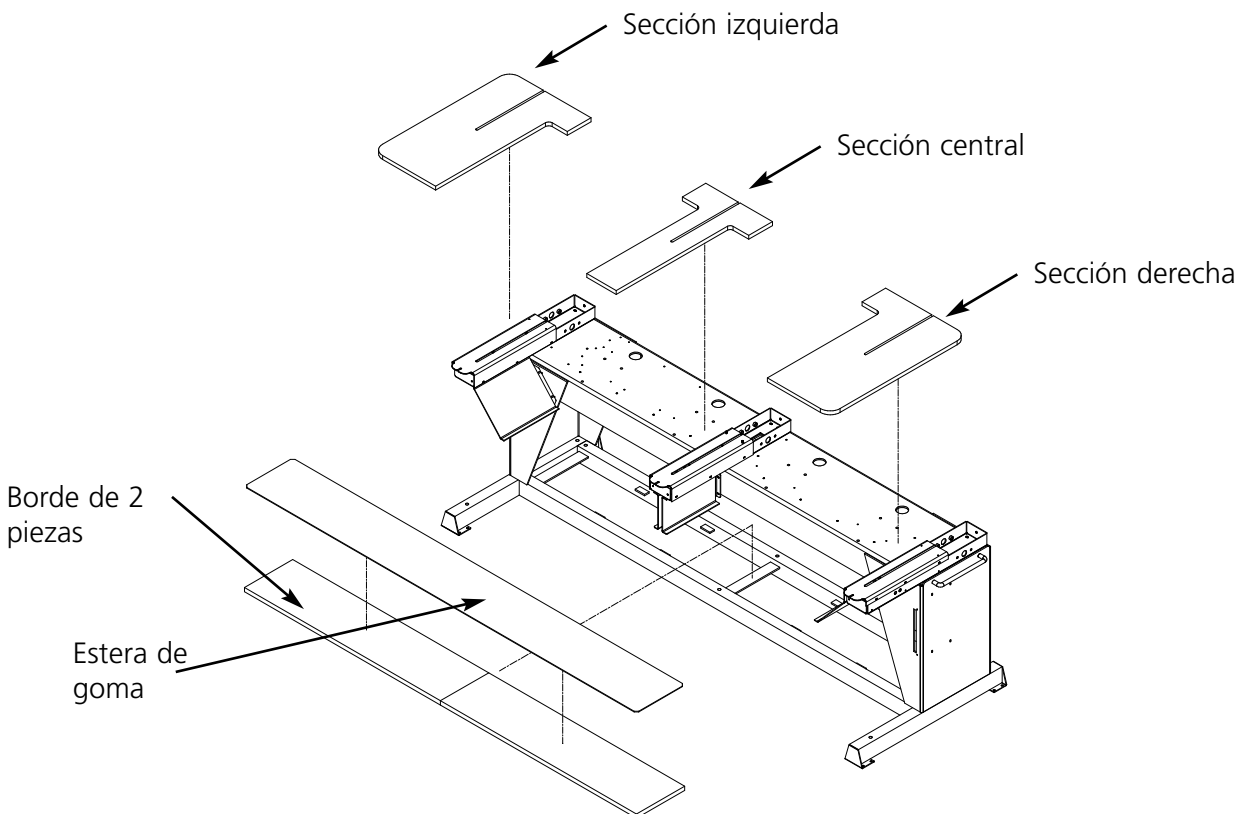
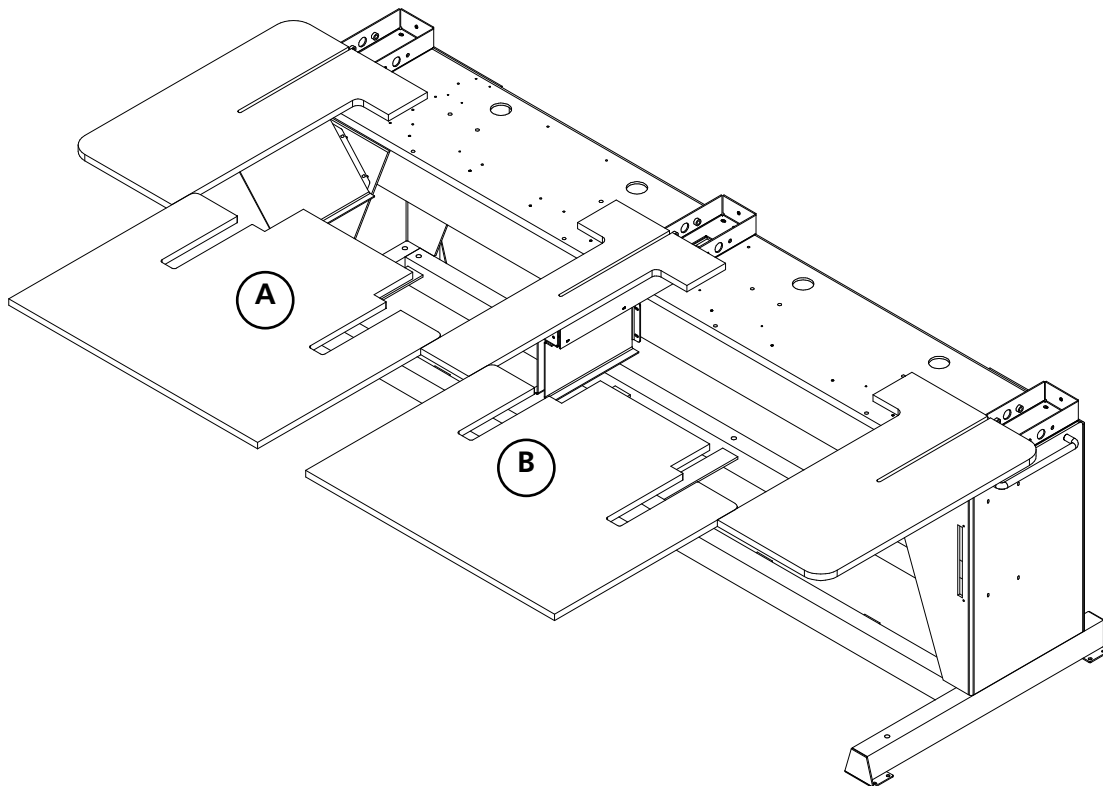

Figura 1-14
Figura 1-15
El tablero de la mesa es suministrado en cinco partes (vean la Figura 1-14). Las dos partes finales y la sección central entran en su sitio en la mesa como ilustrado en la figura 1-14. Las dos secciones restantes son empujadas en su sitio como mostrado en la Figura 1-15. Este diseño proporciona una manera fácil de retirar las superficies de las mesas para bordar tejidos tubulares, para bordar con un bastidor para gorras o para efectuar el mantenimiento regular, rutinario.
2. Hay un borde de 2 secciones y una colchoneta para cubrir, que vienen con el ensamblaje de la superficie de la mesa (vean la Figura 1-14). Coloquen las piezas del borde en la parte superior de los soportes ubicados en la base de la máquina y pongan la colchoneta sobre las piezas del borde.
- Empujen las últimas dos superficies en su lugar (vean Figura 1-15). Estas se ajustan en las guías de las secciones extremas y central.
Vds. TIENEN QUE quitar todos los 5 tableros de la mesa antes de bordar tejidos tubulares o gorras en la EMT 10/4 o 10/4T. La inobservancia de esta instrucción podría resultar en la deterioración del equipo o sea en lesiones corporales. Pueden Vds. utilizar las partes A y B de la superficie de la mesa (en la Figura 1-15) en POSICIÓN ABAJADA para sostener prendas pesadas solamente durante el bordado de tejidos tubulares.